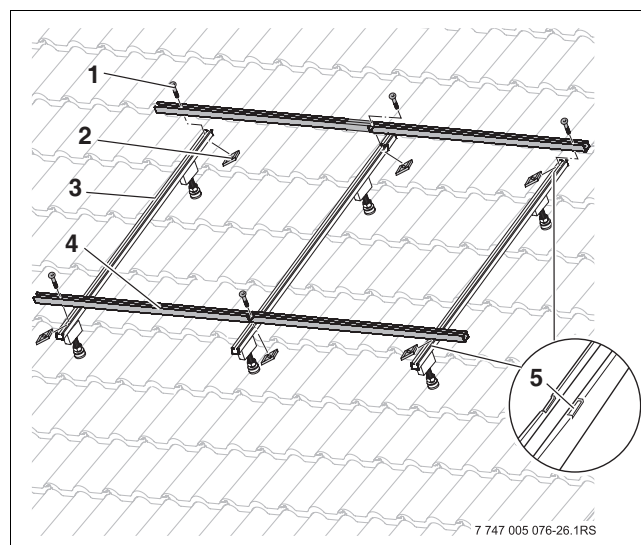

Fig. 50 Fixer le rail profilé FD/ÜD au rail profilé-capteur
- Insérer la vis (fig. 50, [1]) dans le trou long du rail profilé FD/ÜD [4] et visser le coulisseau sans serrer jusqu'à sentir une légère résistance.
- Insérer les rails profilés FD/ÜD (fig. 50, [4]) dans les encoches [5] dans le rail profilé-capteur [3] et centrer.
- Insérer le coulisseau (fig. 50, [2]) dans le rail profilé-capteur [3] et serrer la vis.